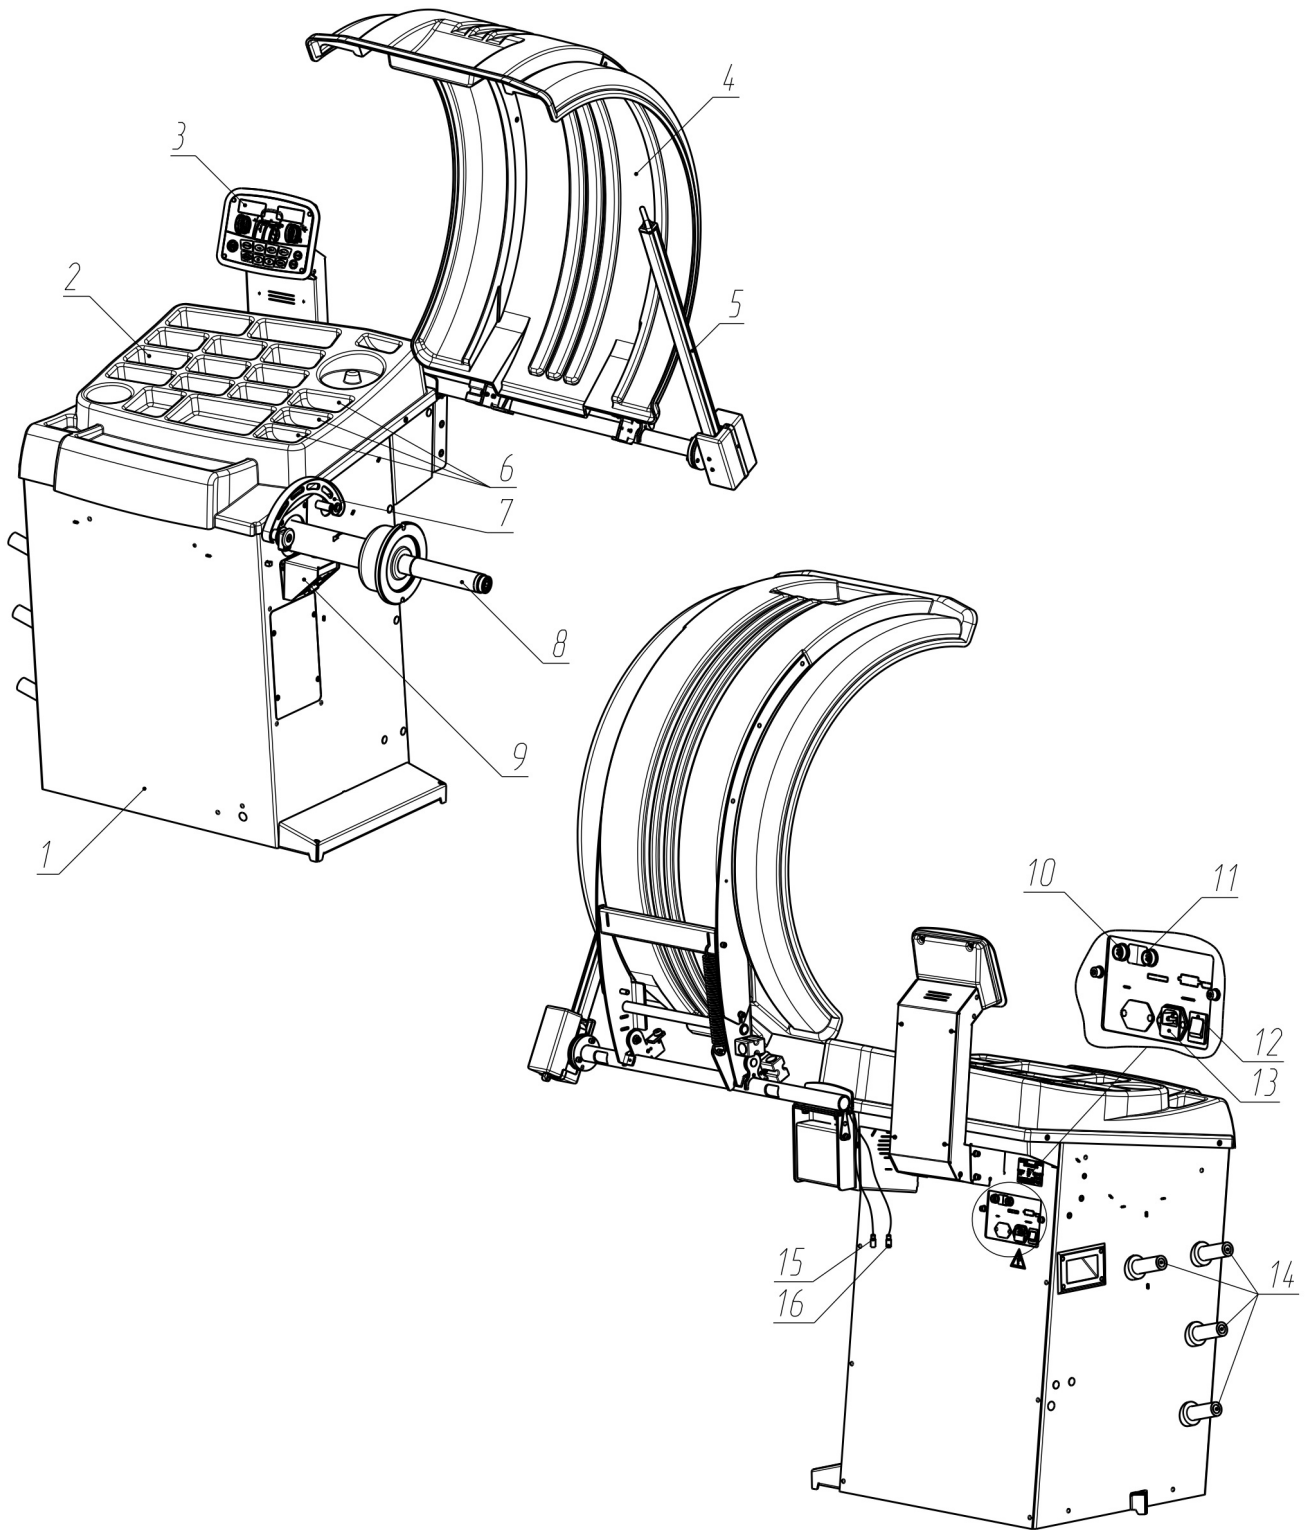

Рисунок 4.1
4.2.5 Подключить вилку второй линейки (16) к гнезду для подключения (11) (использовать соответствующую цветовую маркировку гнезда и вилки, рисунок 4.1).
4.2.8 Подключить шнур сетевой к разъему, расположенному на задней панели корпуса станка (рисунок 4.1), и к питающей сети, оборудованной розеткой с контактом заземления.